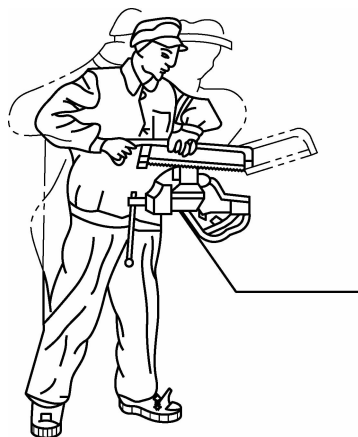

图 3-8 扶锯法
(2) 扶锯法。左手掌横压在锯弓中部,扶住锯弓,锯削工件时增加锯弓的下压力。这种姿势适合于锯削较硬的材料和锯削面较长的工件。扶锯法如图 3-8 所示。